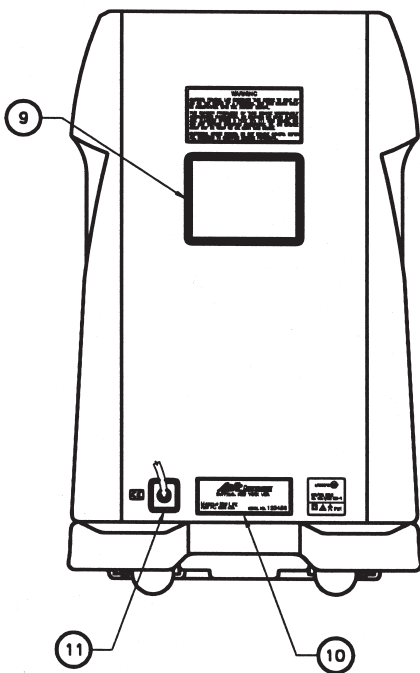

Fig. I.2
I. 2. Face arrière (Fig. I. 2) .....	3-FR
### I. 2. Face arrière (Fig. I. 2)